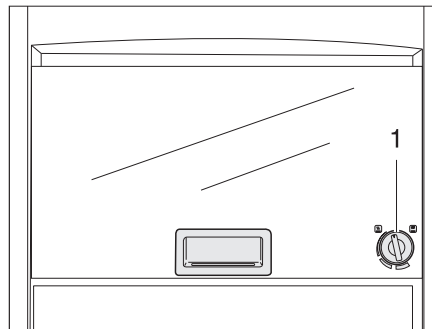

Bild 311 Gasugn (Dometic)
- Tryck lätt på vridregulatorn (Bild 311,1) och vrid den åt vänster till valfritt läge.
- Vrid vridregulatorn (Bild 311,1) till "O". Flammen slocknar.